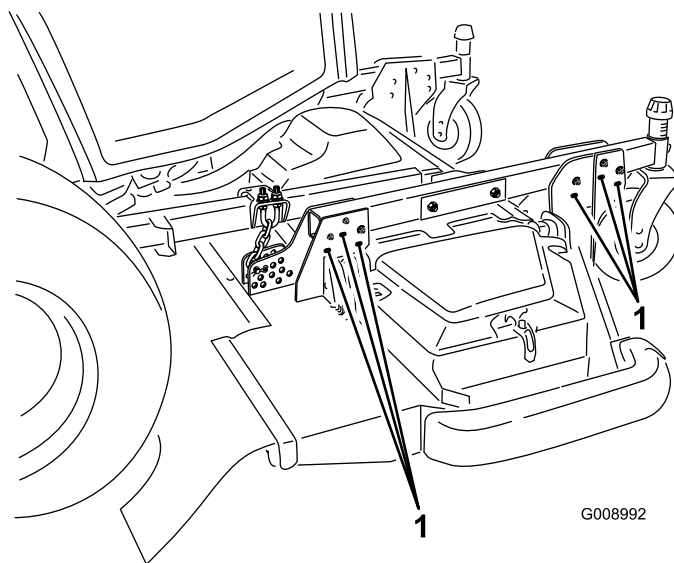

Figura 26
7. Para obtener las alturas de corte de 102 a 153 mm, retire los pernos de montaje que sujetan los soportes de la carcasa a los brazos de las ruedas giratorias y vuelva a montar los soportes en los brazos de las ruedas giratorias usando los taladros inferiores (Figura 26).